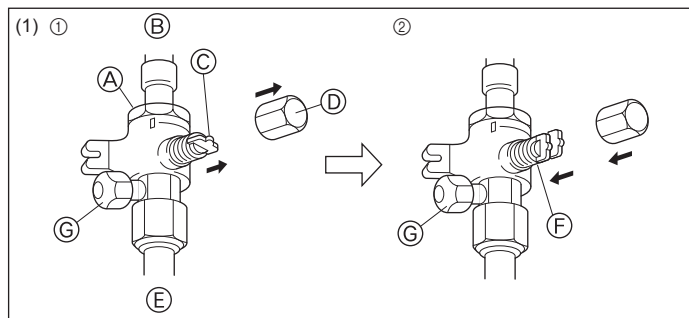

Fig. 4-9
- Hvis trykket falder i trin (2) eller (3), er der en gaslækage. Søg efter kilden til gaslækagen.
- Gasside (Fig. 4-9)